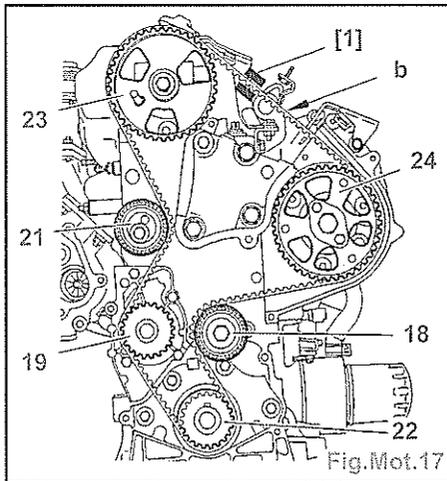

Fig.Mot.17
- Remplacer la courroie de distribution, brin «b» bien tendu, dans l'ordre suivant (Fig. Mot.17) :
- poulie d'arbre à cames (23),
- poulie de pompe haute pression carburant (24),
- galet enrrouleur (18),
- pignon de vilebrequin (22),
- pignon de pompe à eau (19),
- galet tendeur (21).